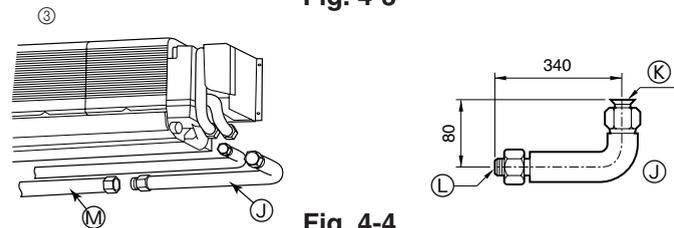

Fig. 4-4
- ③ Tubo de união em forma de L (para tubagem de gás) (Fig. 4-4)